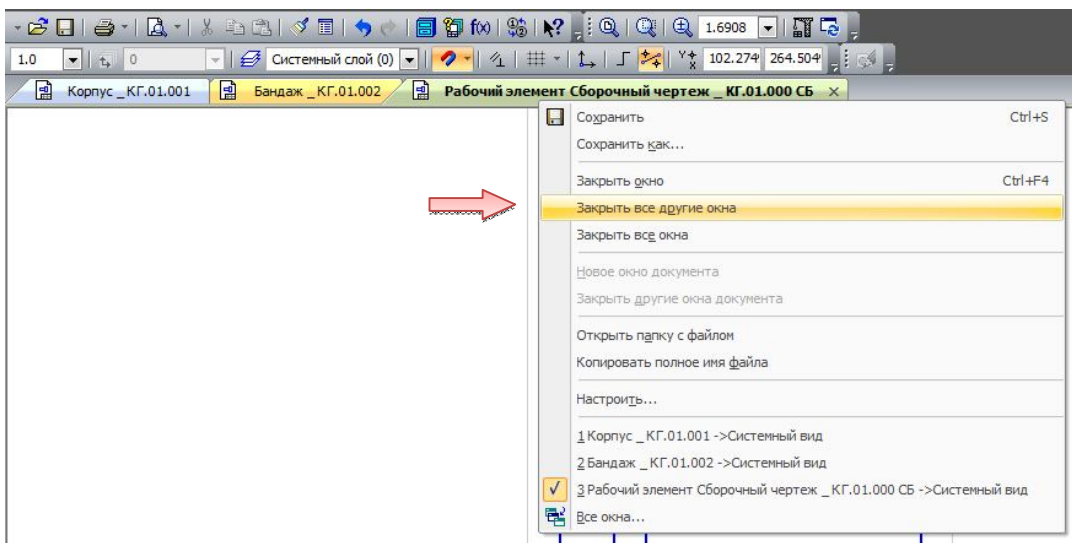

Рис. 2.23. Управление состоянием окон
- Щелкните правой кнопкой мыши на закладке документа «Колесо Сборочный чертеж _ КГ.01.000 СБ» и выполните из контекстного меню команду «Закрывать все другие окна» (рис. 2.23).